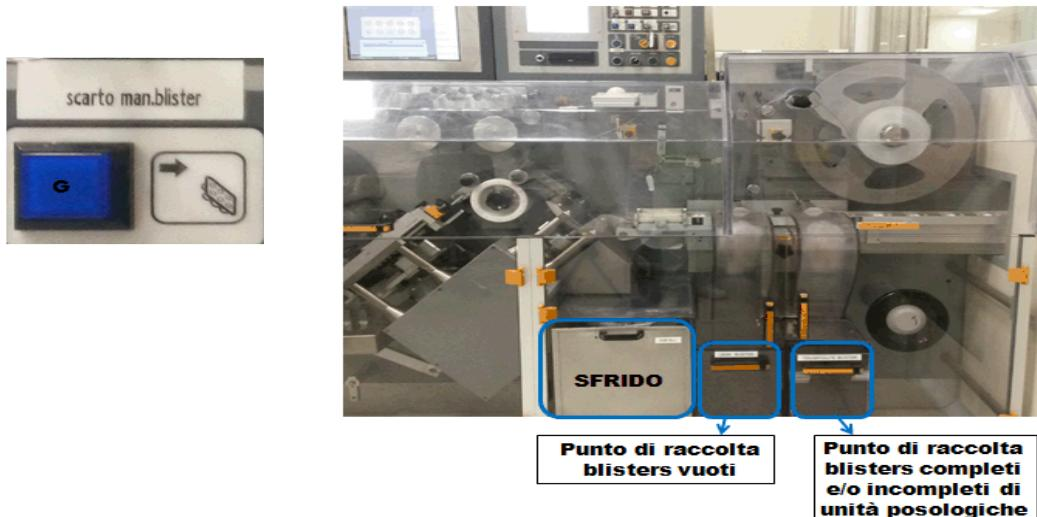

Figura 2
- Premere il pulsante **G “scarto manuale blister”** (Figura 2).